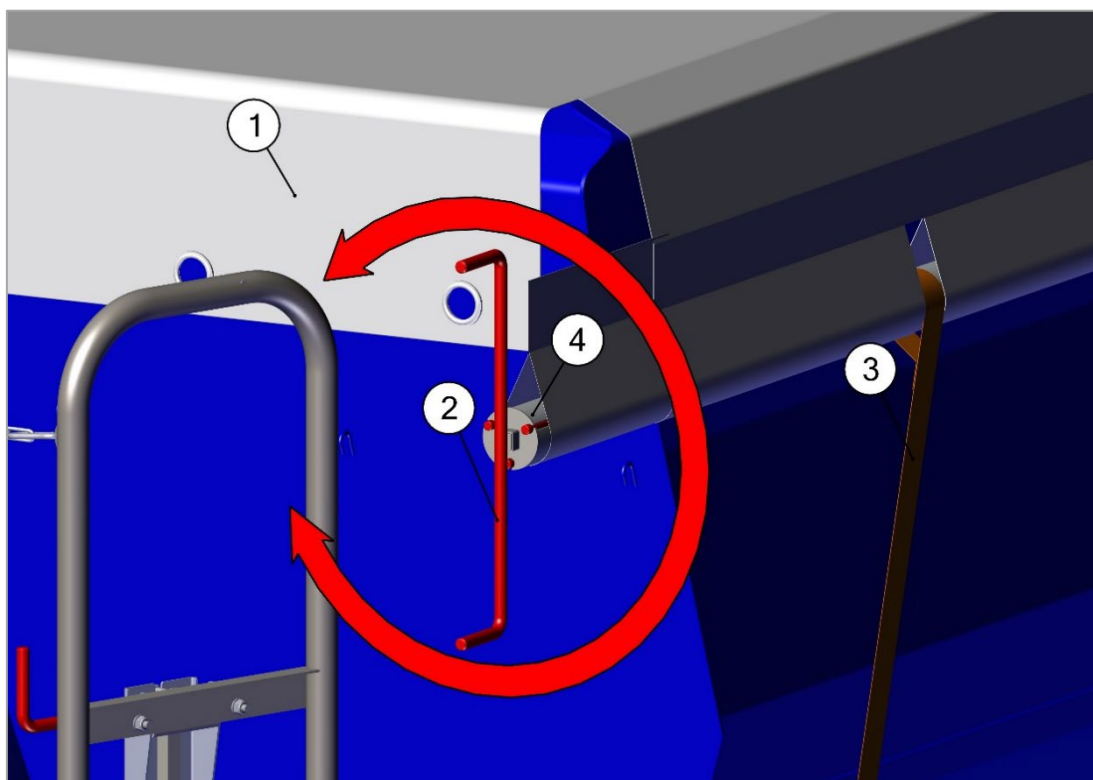

Рис. 31.1 Растентовывание и затентовывание полуприцепа
Для затентовывания (Рис. 31.1) необходимо вращать ручку (2) трубы (4) тента (1) по часовой стрелке до полного затентовывания кузова самосвала. Одеть эспандерные жгуты (3) на крючки, расположенные на кузове в передней и задней части самосвала. **Закрепить тент ремнями крепления тента.**